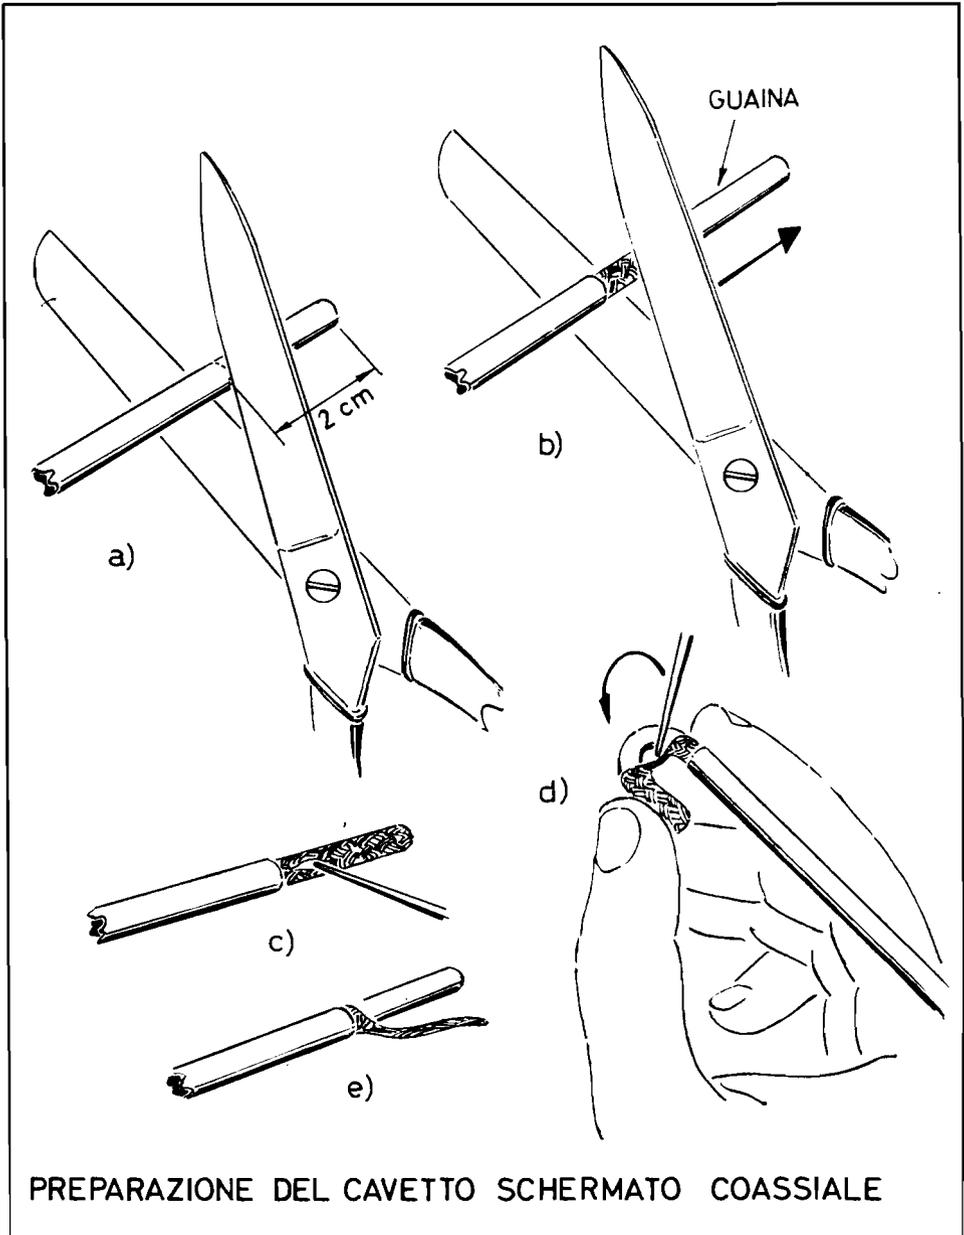

Fig. 7
Il solo segnale BF viene invece prelevato tramite il condensatore C31 da 22 nF collegato in serie al resistore R117 da 18 k Ω , come può osservare dallo schema elettrico della *fig. 7*.
j) Alla distanza di circa 2 cm da un'estremità del cavetto incida con le forbici o con una lametta la guaina di materiale plastico tutto attorno al cavetto (*fig. 7-a*); *l'incisione della guaina deve essere leggera* per non tagliare la calza schermante sottostante; sfilì quindi la guaina ora tagliata, come indicato nella *fig. 7-b*.
k) Allarghi le maglie della calza del cavetto con un chiodo fine ed appuntito oppure con la punta di una forbicina, in prossimità del punto dove ha eseguito l'incisione della guaina di materiale plastico, sino ad ottenere sulla calza un'apertura di circa 3 mm o 4 mm (*fig. 7-c*), *badando però a non rompere le maglie della calza stessa*.
l) Pieghi il cavetto in corrispondenza del foro praticato sulla calza e lo tenga serrato fra il pollice e l'indice di una mano (*fig. 7-d*); quindi, facendo leva con la punta metallica, sfilì dalla calza il conduttore interno isolato. L'estremità preparata del cavetto deve presentarsi come illustrato nella *fig. 7-e*.